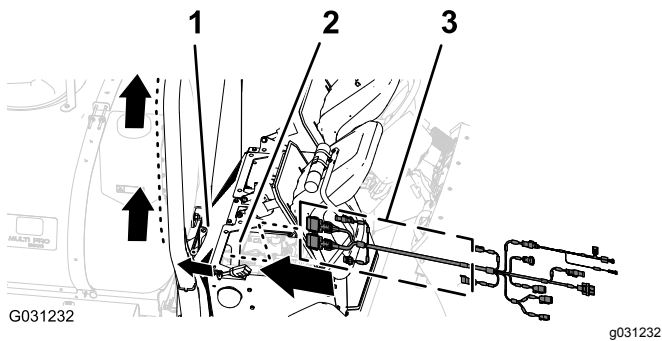

Bild 133
1. Verlegen Sie den 390-cm-Zweig des Datenkabelbaums in der rechten Seite des Motorraums (neben dem Luftfilter für den Motor) und nach hinten unter dem rechten, unteren Bereich der hinteren Motorhaube (Bild 133).